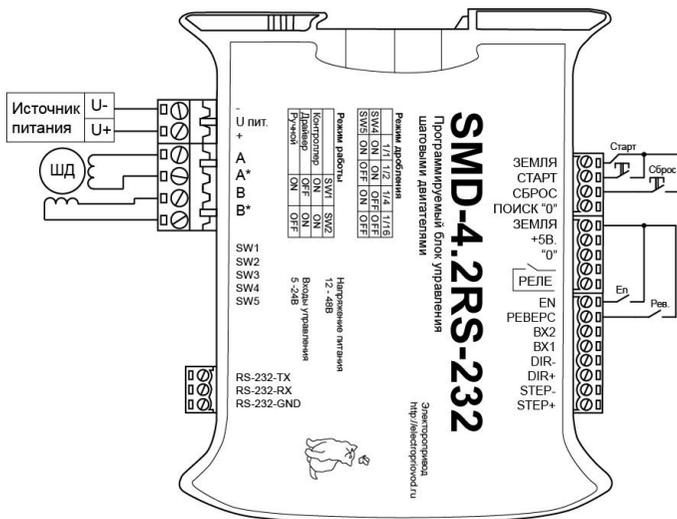

Рис. 4. Схема-пример подключения блока в режиме ручного управления.
- **в режиме ручного управления** (подключение по схеме на рис. 4)